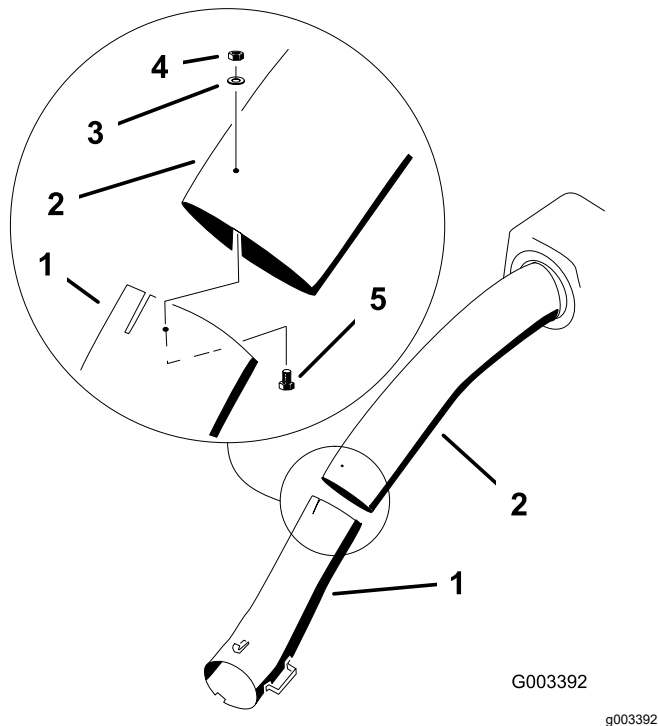

Figure 28
11. Réunissez les tubes supérieur et inférieur avec 3 boulons (n° 10 x ¾ po), 3 rondelles plates (7/32 po) et 3 contre-écrous (n° 10), comme montré à la Figure 28.